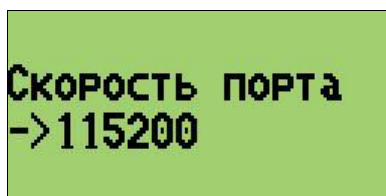

Рис. 6. Выбор скорости порта
8. С помощью кнопок и выберите скорость порта «**115200**» (см. Рис. 6).